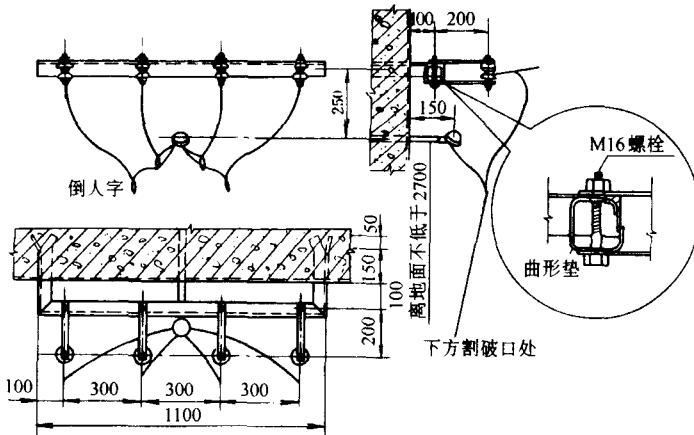
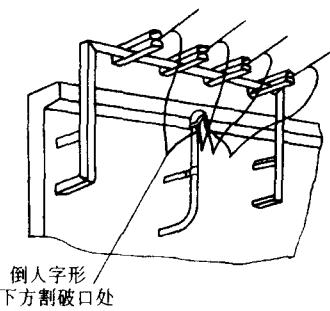

图 1-4
图 1-5
(1) 安装前的准备 车间低压架空动力线路通常由厂配电室引入，架空线穿墙进入车间如图 1-4 所示，这里引入线的进口
如果车间小，建筑物高度不够，应将引入线绝缘支架架高，如图 1-5 所示，使进口点的高度保证在 2.7m 以上。
- 2) 安装蝶形绝缘子。待上述预埋件干固后，将两联扁铁连同曲形垫（见图 1-4 放大图）安装在“U”形角铁支架上，同时装上蝶形绝缘子。有板线的安装好板线，要坚固牢靠。
7) 在进户线进穿墙管前的倒人字形弯曲导线的下方割一20mm左右长的破口，以避免使架空线内的雨水进入室内（如图1-4、图1-5所示）。